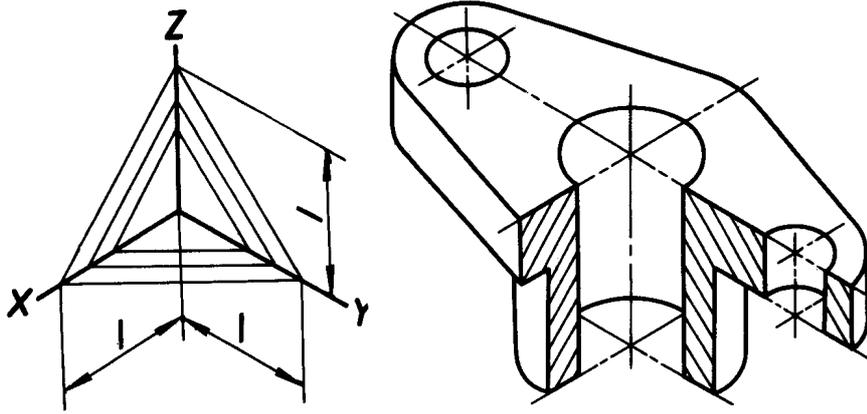

图 7
2.3 表示零件的内部形状时，可假想用剖切平面将零件的一部分剖去。各种轴测图中剖面线应按图 7~9 的规定画出。